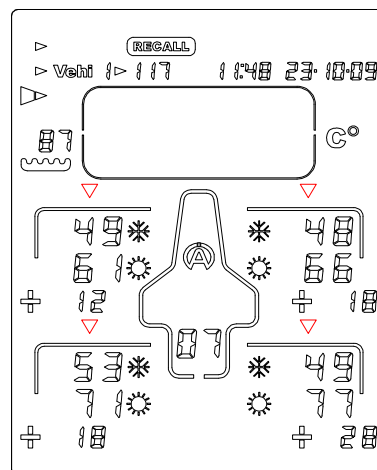

Abbildung 12
- 6) Drücken Sie Taste  oder  erneut: Das Tyrecontrol zeigt die 3. Phase der Daten an, d.h. die Temperaturen in der Mitte des Reifens, vor  und nach  der Fahrt + die Differenzen (*Abbildung 12*).